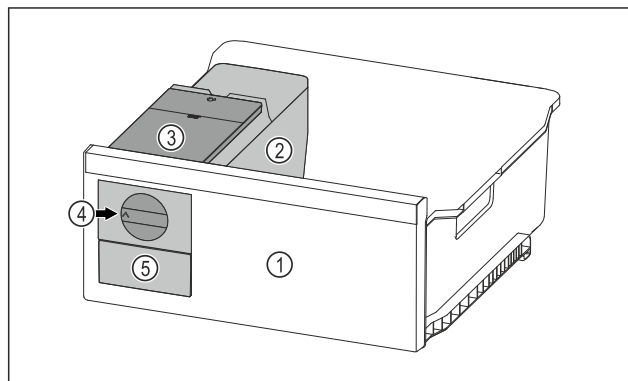

Fig. 71 Reprezentare exemplificatoare
- ▶ Rotiți butonul rotativ Fig. 71 (4) în sens orar până la opritor.
- ▶ Cuburi de gheață cad din tava pentru cuburi de gheață în sertarul pentru cuburi de gheață Fig. 71 (5).